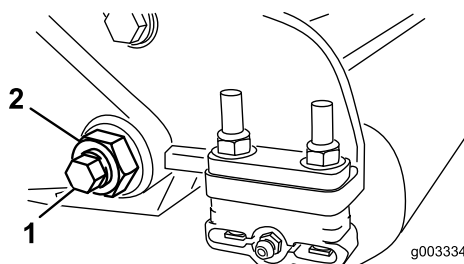

Figura 25
3. En cada lado de la máquina, afloje la contratuerca que fija el perno de la barra de asiento (Figura 25).
4. Retire todos los pernos de la barra de asiento, para poder tirar de la barra hacia abajo y retirarla de la máquina (Figura 25).